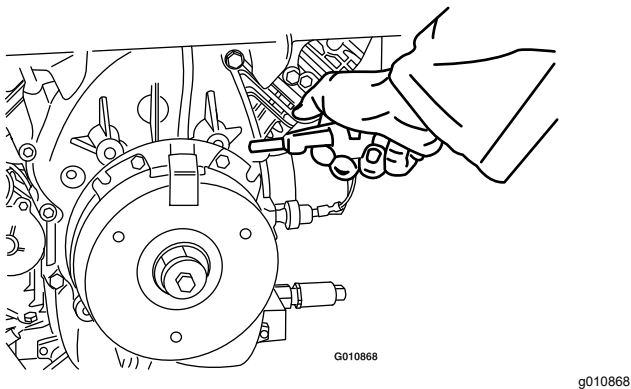

Figure 81
3. Soufflez de l'air comprimé sous le pôle et autour des entretoises du frein pour éliminer tout débris (Figure 81).